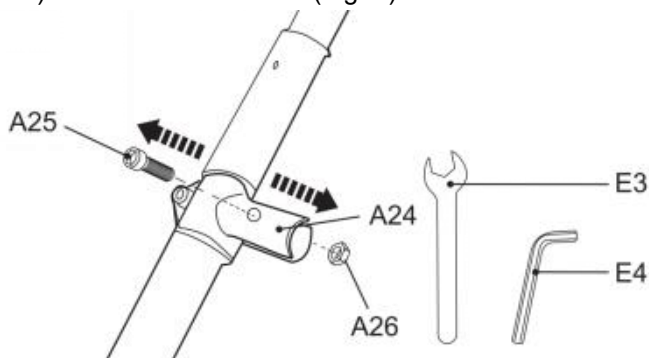

Fig. 1
1. Ta bort den förmonterade bulten (A25) och muttern (A26) från handtagsfästet (A24) och ha dem till hands (Fig. 1).